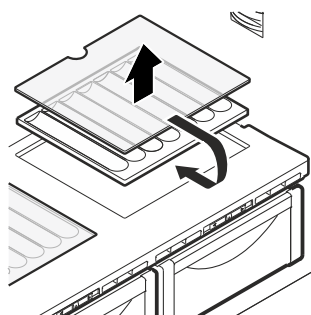

Fig. 108
- Помістіть пляшки дном у напрямку до задньої стінки. (див. Fig. 108)